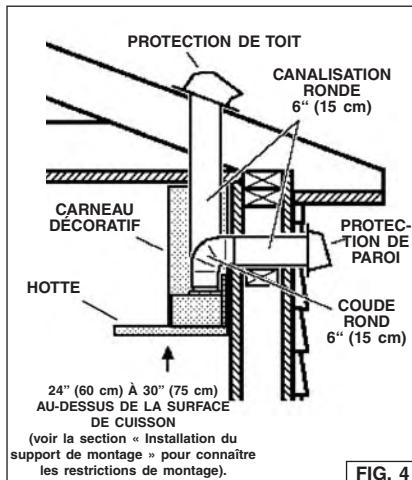

FIG. 4
- Décidez à quel endroit passera la canalisation entre la hotte et l'extérieur. Fig. 4.